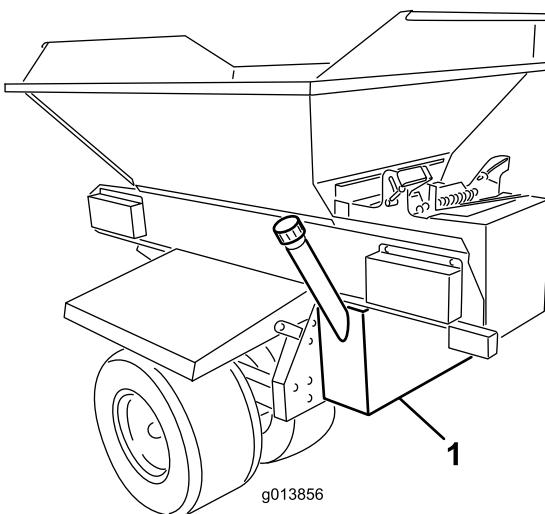

Figura 1
4. Sostenete da sotto il serbatoio idraulico e posizionatevelo contro il lato posteriore del telaio del ProPass. Il serbatoio dovrebbe essere centrato in modo uniforme da sinistra a destra e posizionato verticalmente (Figura 1).